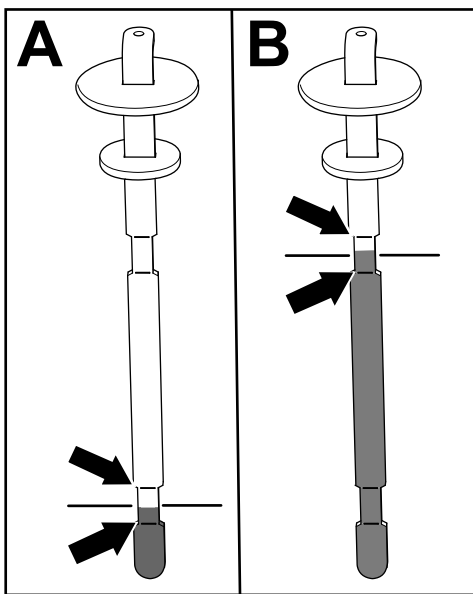

Bild 80
5. Nehmen Sie den Peilstab wieder heraus und prüfen Sie den Ölstand (Bild 80).
- **Bei angebautem Mähwerk:** Der Hydraulikölstand ist korrekt, wenn sich die Flüssigkeit zwischen den beiden Markierungen auf dem Ölpeilstab abzeichnet (A in Bild 80). Liegt der Flüssigkeitsstand über den unteren Markierungen ist dies auch ausreichend.
- **Bei installiertem Schlauchkit für hydraulische betriebene Anbaugeräte:** Der Hydraulikölstand ist korrekt, wenn sich die Flüssigkeit zwischen den beiden oberen Markierungen auf dem Ölpeilstab abzeichnet (B in Bild 80).